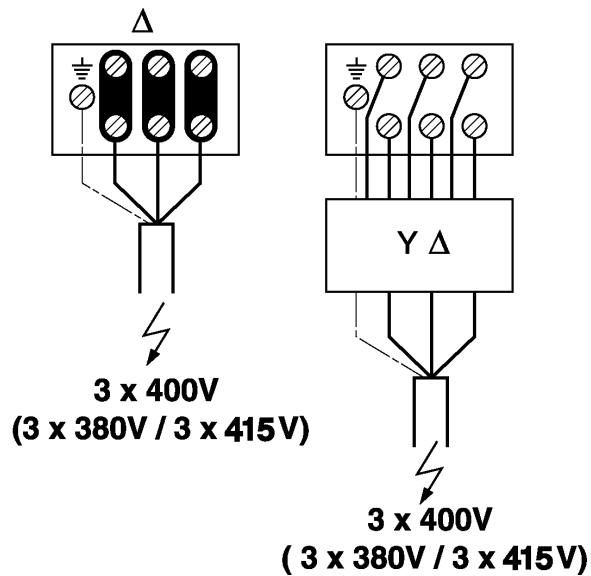

РИС. 4
- Размеры для установки и схемы соединения указаны в п. 1.2 и на рис. 4
- Соединение должно производиться в соответствии со схемой (рис. 4)